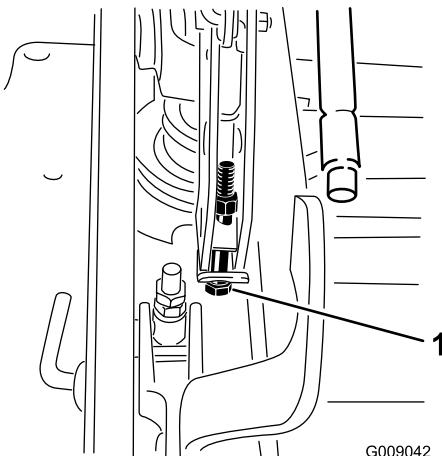

Figura 94
- Si la carcasa está demasiado baja, apriete el perno del ajuste de un solo punto girándolo en sentido horario. Si la carcasa está demasiado alta, afloje el perno del ajuste de un solo punto girándolo en sentido antihorario (Figura 94).